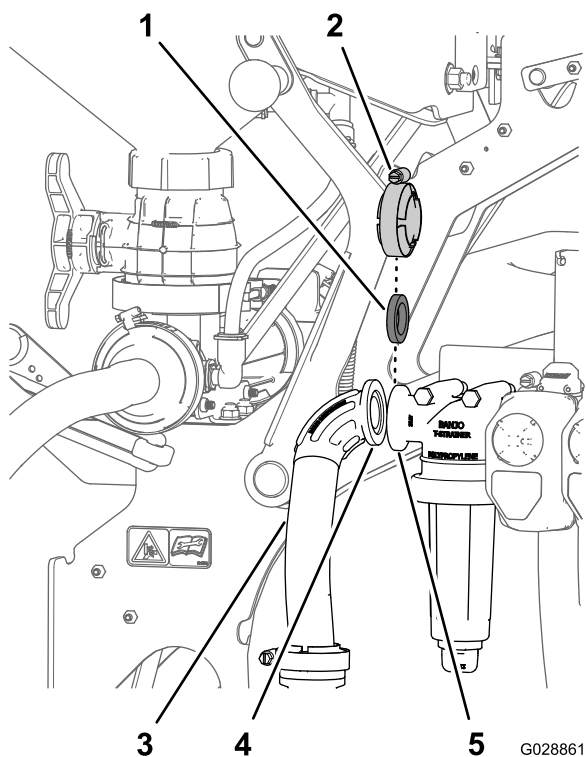

Рисунок 28
1. Совместите фланец прямоугольного штуцера впускного шланга с фланцем головки фильтра линии нагнетания (Рисунок 28).
2. Присоедините впускной шланг к головке фильтра линии нагнетания, используя прокладку и фланцевый хомут (Рисунок 28), которые вы сняли при выполнении действий, описанных в пункте 1 раздела Подготовка к монтажу клапана эдуктора (страница 13).